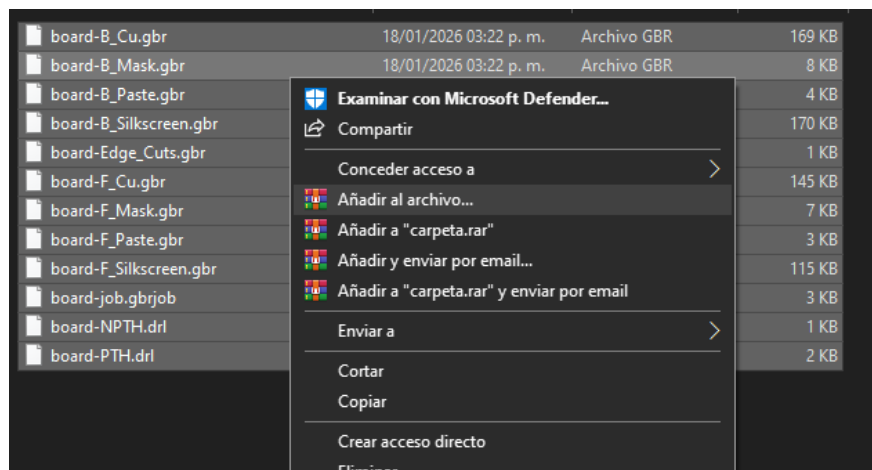

Ilustración 12 Comprimir archivos en .zip
Paso 4.3: A continuación, nos dirigiremos a la carpeta que seleccionamos, después seleccionaremos todos los archivos y los comprimiremos en un archivo .zip (Ilustración 12).